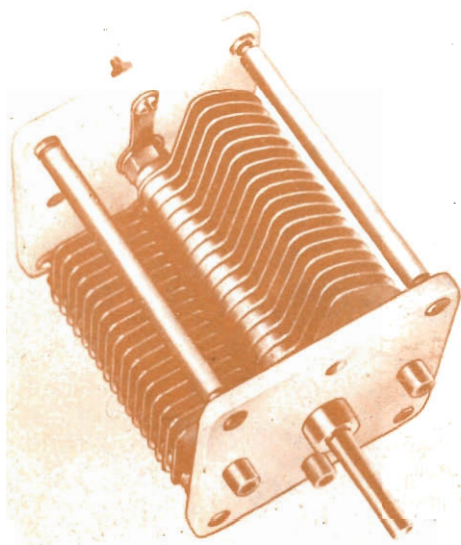

Fig. 1
**L**a ditta inglese Jackson Brothers Ltd., rappresentata in Italia dalla G.B.C. Italiana, corso Buenos Ayres 59, Milano, ha progettato una nuova serie di condensatori di sintonia di alta tensione ed alta corrente per le radiotrasmittenti, gli oscillatori di potenza a R.F. ed i generatori d'energia. I condensatori, tipo TX5 di *fig. 1*, possono avere lo statore completo oppure diviso in due, con oscillazioni di capacità da 30 pF a 1.000 pF, e sono dotati di calotte di ceramica al silicio e palette d'alluminio satinato con bordi bi-